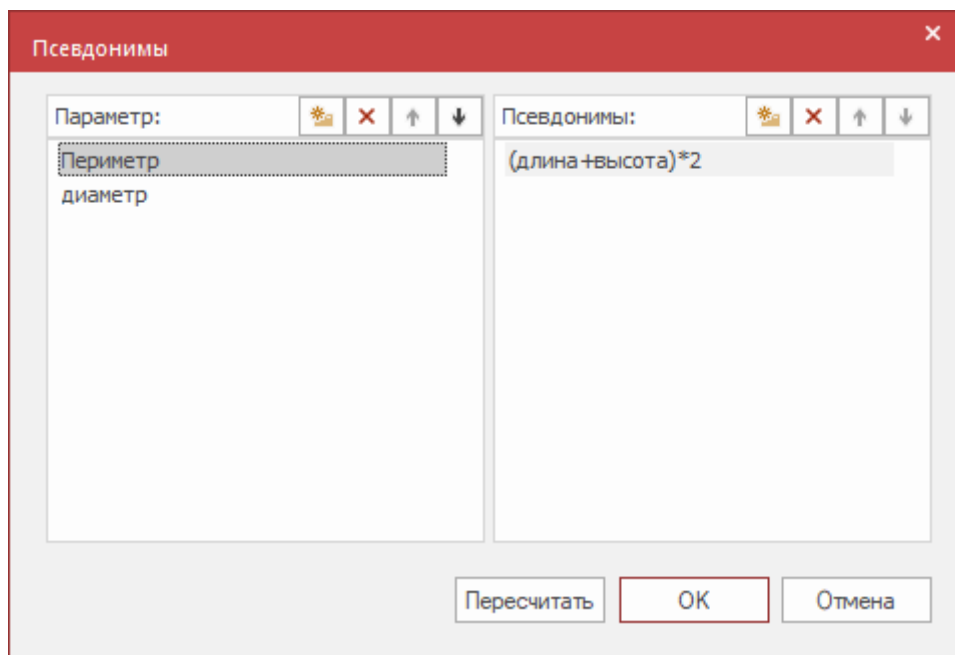

Рис. 5.5 Диалоговое окно Псевдонимы
2. В открывшемся диалоговом окне *Псевдонимы* (рис. 5.5) задать следующие параметры: